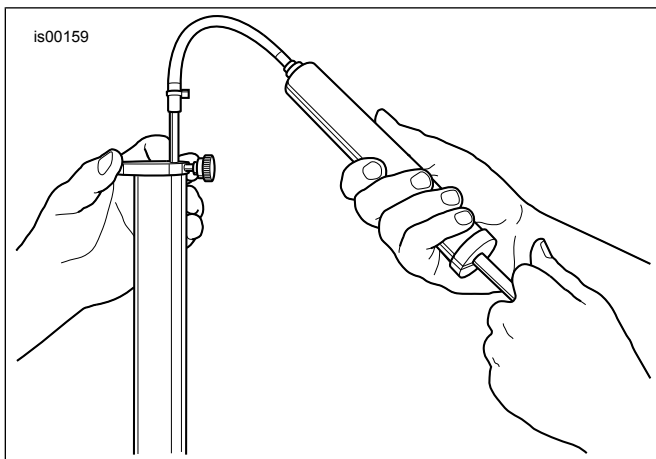

Figure 5. Retirer l'excédent d'huile de fourche (HD-59000B)
- a. Voir Figure 5 . Prendre la jauge de niveau d'huile de fourche avant (HD-59000B).